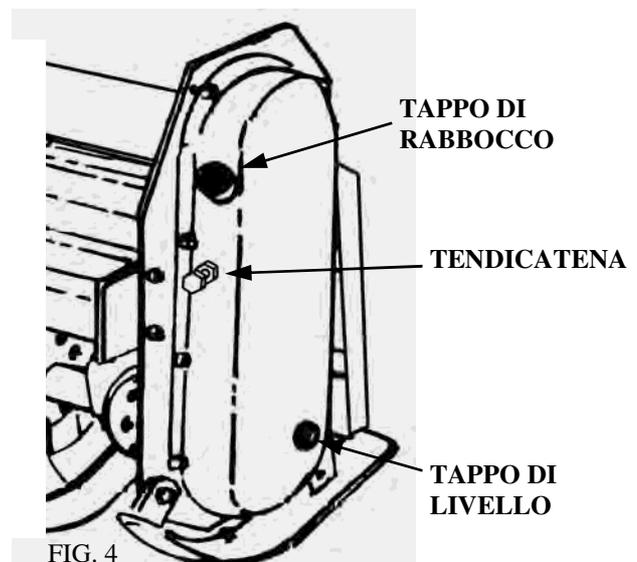

FIG. 4
- Verificare il livello dell'olio nel carter laterale della trasmissione a catena; tale operazione si effettua svitando il tappo di livello (fig. 4) e controllando che l'olio fuoriesca. Nel caso in cui bisogna aggiungere dell'olio si deve svitare il tappo di rabbocco (fig. 4) e versare dell'olio nel carter fintantoché non fuoriesce dal foro di livello.